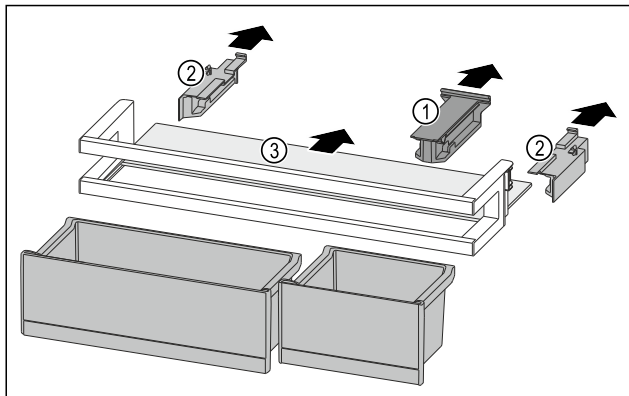

Fig. 260
- ▶ Držák Fig. 260 (1) stáhněte.
- ▶ Boční díly Fig. 260 (2) stáhněte.
- ▶ Odkládací plochu Fig. 260 (3) odeberte.